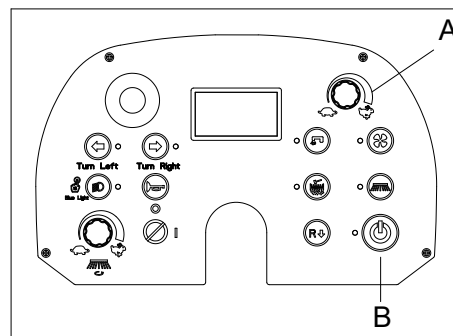

Figura 19
- Regolare la manopola di regolazione della velocità (A, Figura 19) per ridurre al minimo la velocità di marcia.
- Premere il pulsante di avviamento unico (B, Figura 19) per abbassare la spazzola principale e accenderla per circa un minuto premendo il pedale dell'acceleratore.